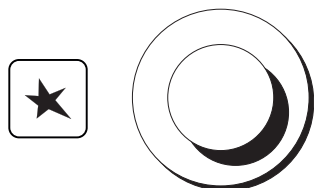

Fig. 3.3
2. Avvicinare una fiamma al bruciatore. Nei modelli provvisti di accensione premere il pulsante di accensione (fig. 3.3). La scintilla prodotta dall'elettrodo posizionato vicino al bruciatore accenderà il bruciatore scelto. **Non continuare mai questa operazione per più di 15 secondi. Se il bruciatore non si è acceso, attendere circa 1 minuto prima di ripetere l'accensione.** Se l'accensione elettrica non funziona si può accendere manualmente avvicinando una fiamma al bruciatore.